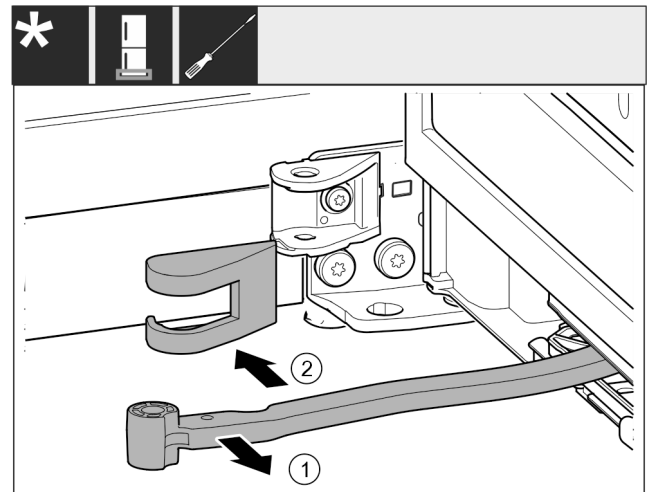

Fig. 17
- Gelenk Fig. 17 (1) in Richtung Tür drehen.
- Lagerbockabdeckung Fig. 17 (2) entfernen.